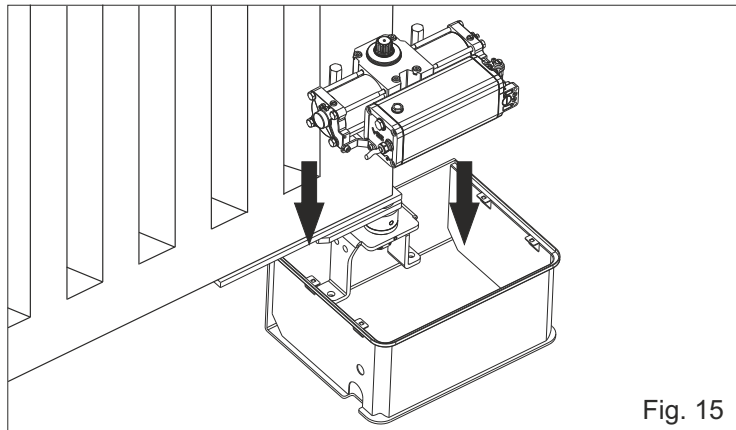
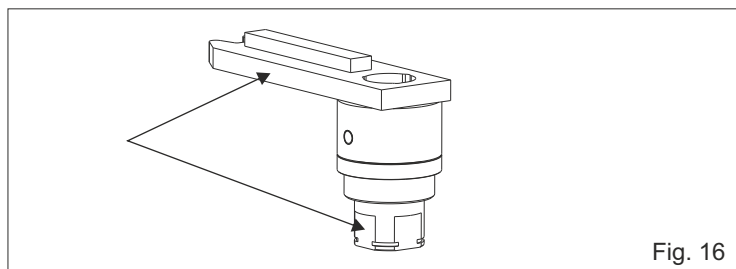
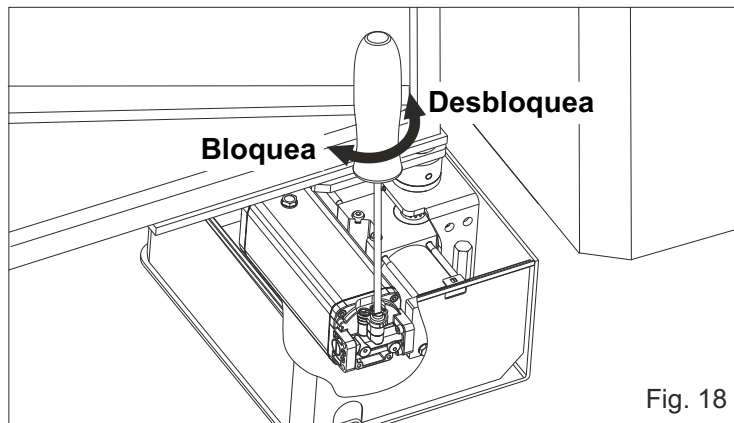

Fig. 15
Fig. 16
Fig. 18
**4.1.** introducir manualmente el operador en la caja portante (Fig. 15) y insertar el árbol acanalado del operador en el eje acanalado de la caja fijando el actuador con los tornillos especiales (Fig. 16). Para facilitar el inserimento ondear la hoja (Fig. 18)
-Insertar el destornillador en el tornillo de desbloqueo y girar de 180° aproximadamente en sentido anti-horario (Fig. 18).